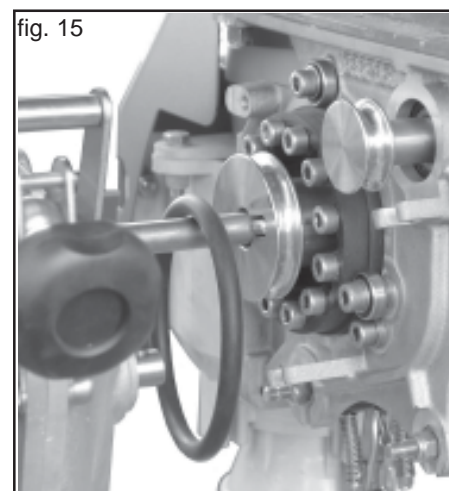

fig. 15
- Deje simplemente la correa en el árbol de transmisión (Fig. 15).